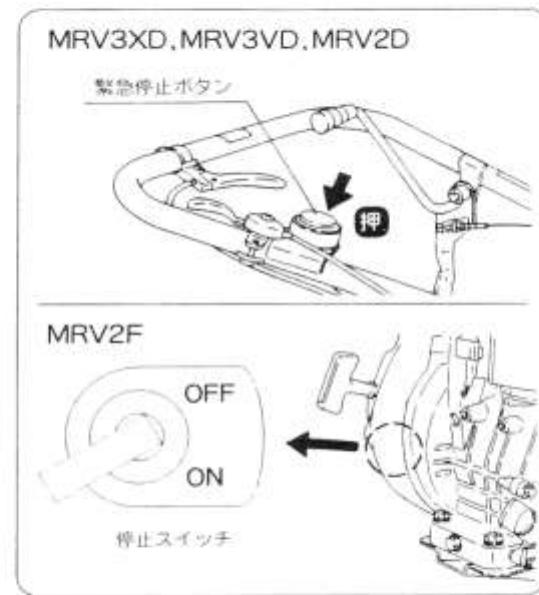

図14
- ④ エンジンの停止スイッチをOFFにしてください。(図14)